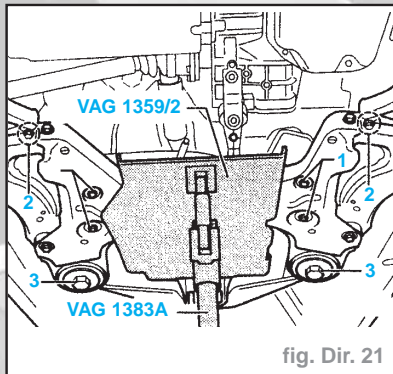

fig. Dir. 21
- Dévisser les vis six pans (fig. Dir. 21).
- Dévisser les vis six pans (2) et (3).